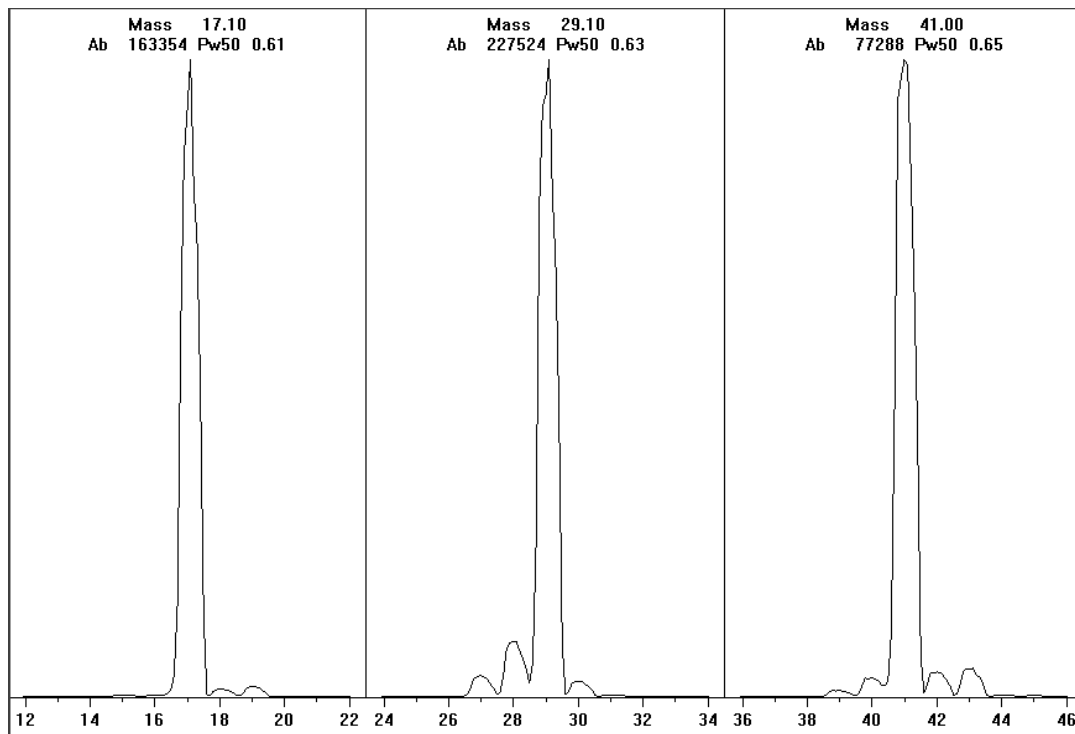

Рис. 45. Графики ионов-реагентов после очень длительного прогрева
- 8 Изучите график профиля ионов-реагентов на дисплее. (См. **Рис. 45**.)